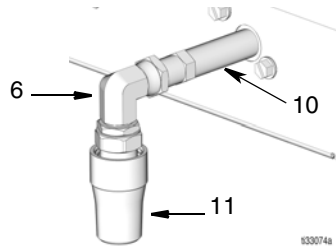

FIG. 15
8. Conecte o Joelho articulado (6) e o bico de alta vazão (11) ao adaptador do bocal (10) na direção exibida em FIG. 15. Aperte firmemente.